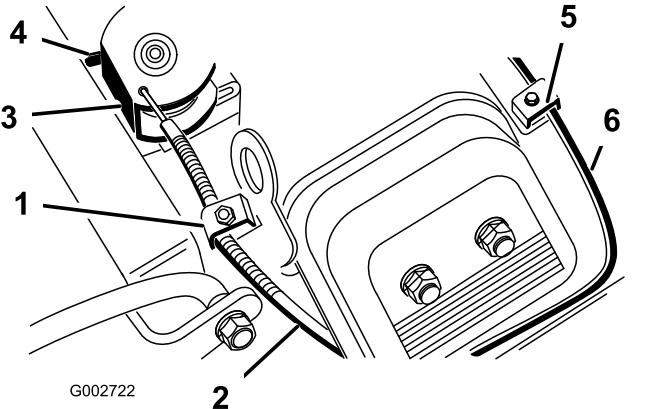

Figure 39
2. Desserrez la vis de collier qui fixe le câble d'accélérateur sur le moteur (Figure 39).
4. Tirez fermement sur le câble d'accélérateur jusqu'à ce que l'arrière du pivot atteigne la butée (Figure 39).
2. Desserrez la vis de collier qui fixe le câble de starter sur le moteur (Figure 39).
4. Tirez fermement sur le câble de starter (Figure 39), jusqu'à ce que le papillon soit complètement fermé, puis serrez la vis du collier de câble.